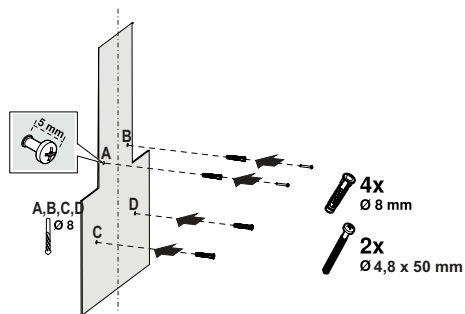

Abb. 7
- Zeichnen Sie eine Mittellinie senkrecht zur Wand von der Decke bis zur Unterkante der Dunstabzugshaube (Abb. 7).
- Bringen Sie die Montageschablone an der Montagefläche an und markieren Sie die Punkte A, B, C, D. Bohren Sie die markierten Punkte A, B, C, D mit einem Ø8mm-Bohrer (Abb. 7).
- Setzen Sie die im Zubehör enthaltenen Ø10mm Kunststoffdübel an den Punkten A, B, C, D ein (Abb. 7).
Stecken Sie die 4,9 x 50 mm Schrauben in die Dübel A und B. Lassen Sie einen Abstand von 5 mm zwischen dem Schraubenkopf und der Wand (Abb. 7).